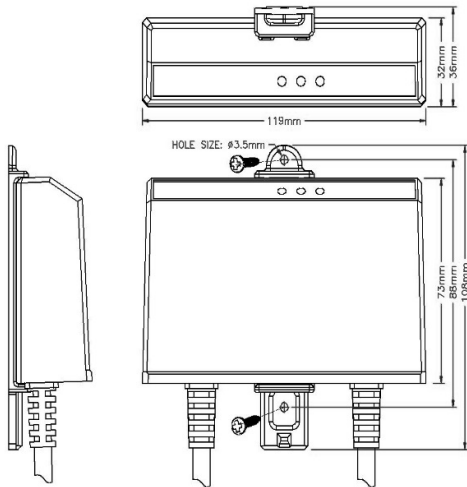

Figura 1
11.1 El cargador de batería se monta directamente en el pozo guardabarros de su vehículo como se muestra en la figura -1. Si el uso de las tuercas y tornillos proporcionados, perfora dos agujeros de 1/8 " de diámetro. Si la parte trasera de la superficie de montaje es de difícil acceso, puede considerar el uso de dos tornillos de 1/2 " de chapa de largo (no incluidos) en lugar de las tuercas y los tornillos proporcionados.